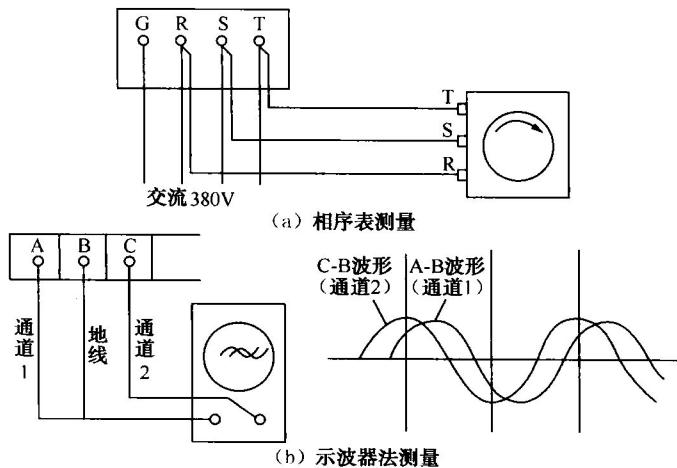

图 1-1 数控机床三相交流电源相序测量
① 用相序表测量 如图 1-1 (a) 所示，将三相电源线接到相序表，当相序正确时，相序表按顺时针方向旋转。
② 用双通道示波器测量 测量 AB 相和 CB 相的波形，正确相序的波形如图 1-1 (b) 所示，两个波形在相位上相差 120° 。